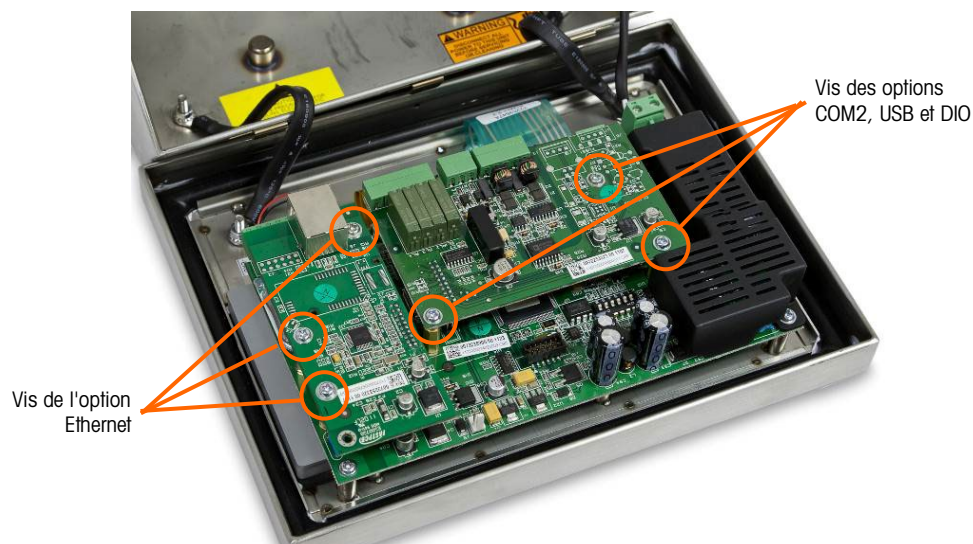

Figure 5-12 : Démontage d'une carte en option
2. Utilisez un tournevis Philips moyen pour démonter les vis fixant les cartes en option sur leurs emplacements de montage. Chaque carte est fixée au moyen de trois vis. Reportez-vous à la Figure 5-12.
1. Positionnez la carte en option sur le connecteur approprié de la carte principale et sur les trois orifices de montage définis sur la Figure 5-12.